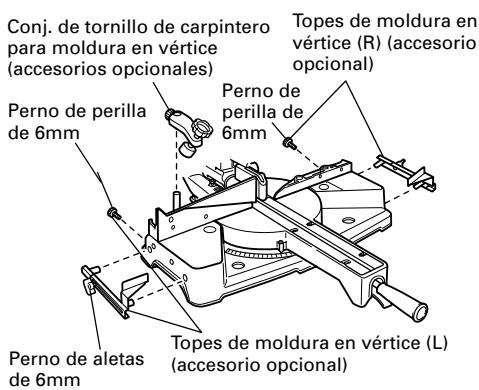

Fig. 40-a
- (1) Las topes de moldura en vértice (L) y (R) (accesorios opcionales) permiten facilitar los cortes de la moldura en vértice, sin inclinar la hoja de sierra. Instálelas en ambos lados de la base, tal como se muestra en la Fig. 40-a. Después de la inserción, apriete el perno de perilla de 6mm para asegurar los topes de moldura en vértice.